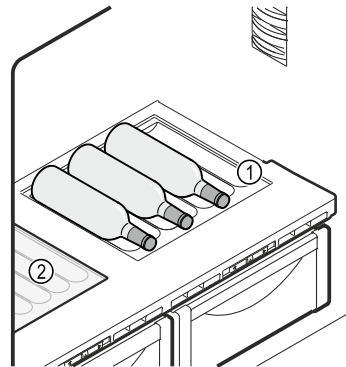

Fig. 189 Ілюстративне зображення
- Вставте скляну пластину Fig. 189 (2) під змінну полицю для зберігання пляшок.